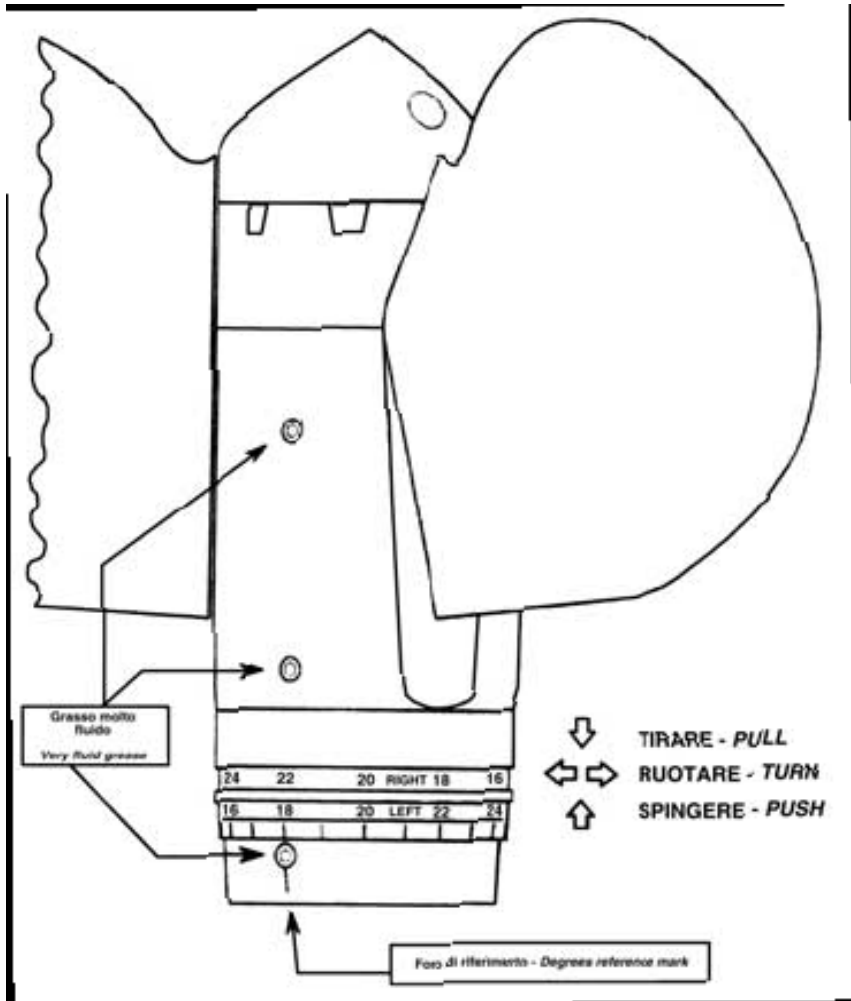

Fig. 9
- *Verify that the grease is leaking from the rotating joints between the central part and the hub (Fig. 9) so that all of the moving surfaces are perfectly lubricated. The grease used must be very fluid so that it will keep leaking from the moving surfaces even after years of working.*
6) DESMONTADO DE LA HÉLICE - PROPELLER REMOVAL: después de desmontar las dos medias ogivas [10 - 11], el engranaje central [6] y desenroscar la tuerca [4] Se debe extraer el cuerpo [1] exclusivamente ejercitando presión desde la parte externa del cuerpo (Fig. 9). Es importantísimo no situar el extractor en otro hueco ni golpear de ninguna forma la superficie del cuerpo [1] interno, dado que este ha sido fabricado con una elevada precisión y una deformación podría comprometer el funcionamiento de la hélice. *In order to remove the propeller you must first remove the two halves of spinner [10 - 11], the central gear [6] and the nut [4]. Be sure only to pull from outside the hub [1] (Fig. 9). If the surfaces on the hub [1] are hit or dinged it can effect the performance of the propeller.*